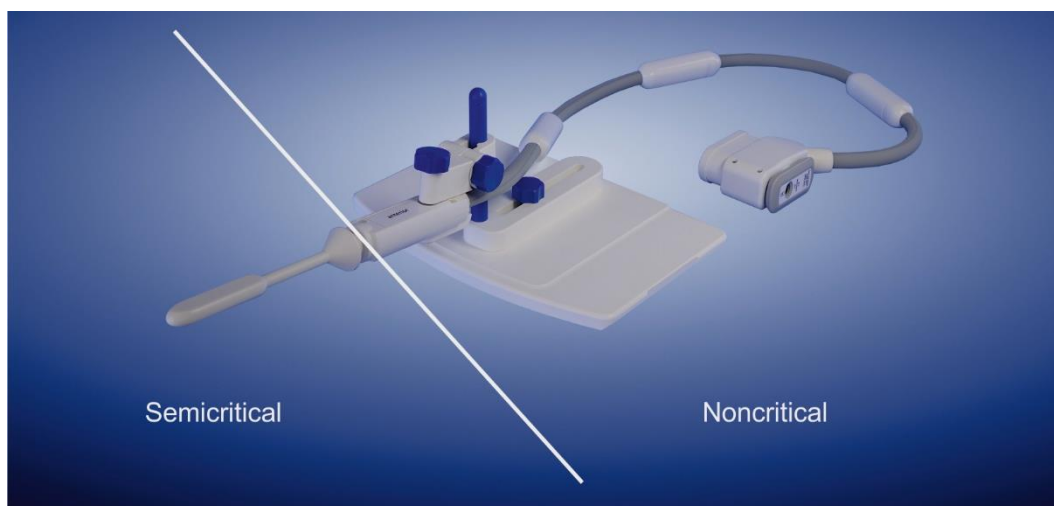

Figure 14 : Classification des pièces du produit en termes de retraitement.
- a. Fixez la protection sur le connecteur d'antenne (voir figure 14).
Cet appareil, à l'exception de la sonde IRM, est classifié comme un élément non critique en ce qui concerne le retraitement. La sonde IRM est classifiée comme un produit médical semi-critique en ce qui concerne le retraitement (voir figure 14). Par conséquent, une désinfection de haut niveau est requise pour la sonde IRM.